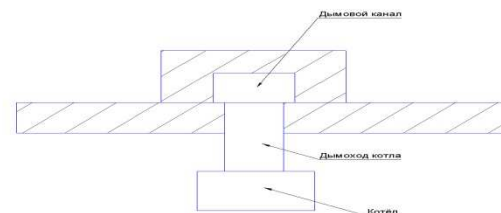

Рис.2 Схема отвода продуктов сгорания (вид сверху)
5.5. Дымоход котла подсоединяется к дымовой трубе (рис.2). Сечение дымовой трубы должно быть не менее сечения дымохода котла (табл.1); высота от уровня колосниковой решетки до верхнего среза дымовой трубы должна быть не менее расчётной (см. табл. 1); дымовой канал должен выступать над коньком крыши не менее чем на 50 см.